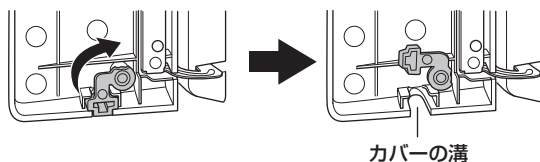
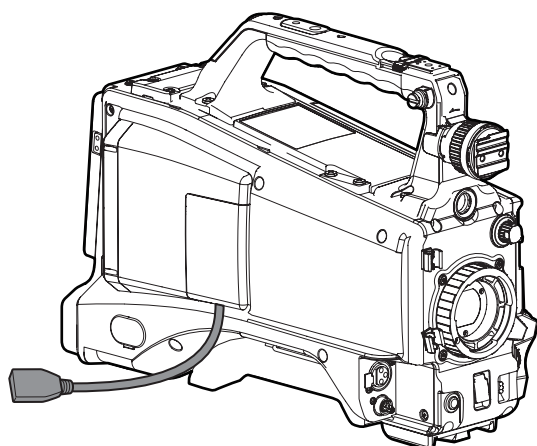

図 3
図 4
- 3 カバーの下部にある部品を矢印の方向に回転し（図 3）、USB 2.0 延長ケーブルがカバーの溝を通るようにして、カバーを閉める。(図 4)